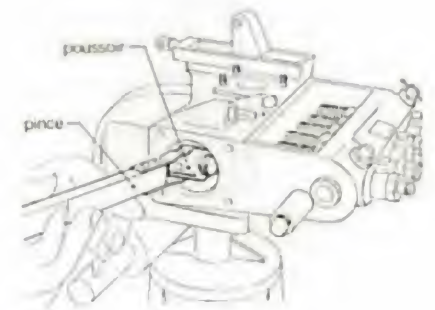

Fig. 13.
- Déposer la cuvette inférieure et le ressort puis, à l'aide d'une pince d'extraction, sortir le piston (fig. 13).
REMARQUE. — Afin de ne pas mélanger les pièces, placer chaque élément dans un compartiment de la boîte de rangement (fig. 13).